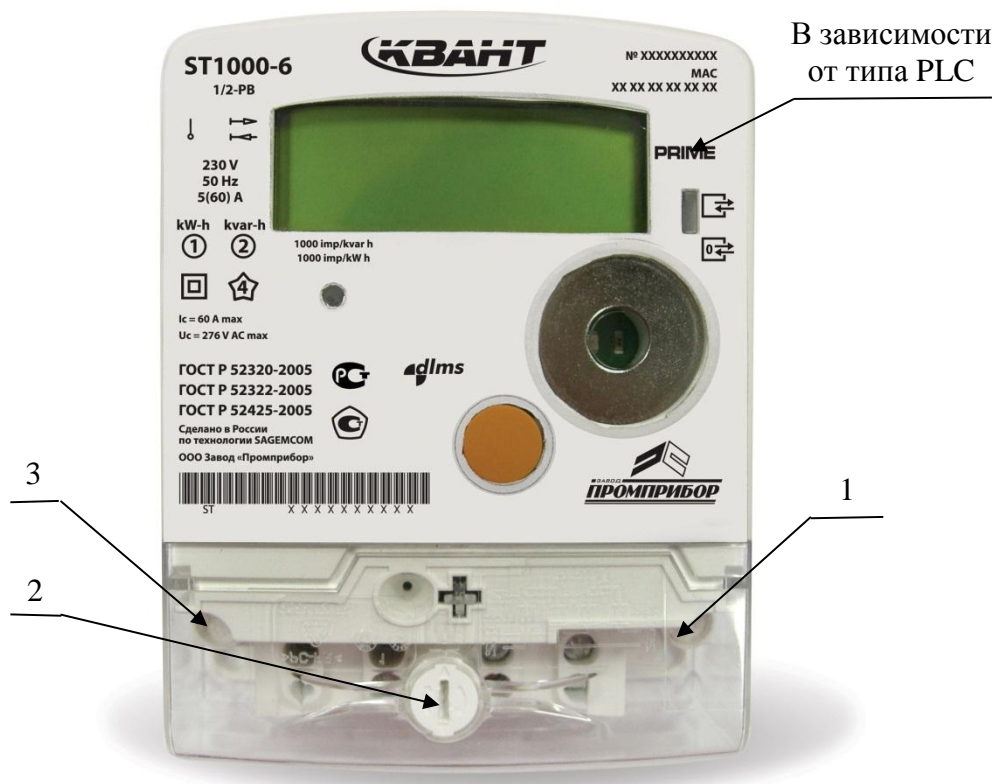

Рисунок 1.4 Пример маркировки счетчика ST 1000-6 и места размещения поверительного клейма и пломбирования, где
- снять пломбу защитной крышки клеммной колодки, повернуть пластиковый винт крепления против часовой стрелки на угол 90° и снять защитную крышку (Рисунок 1.4);